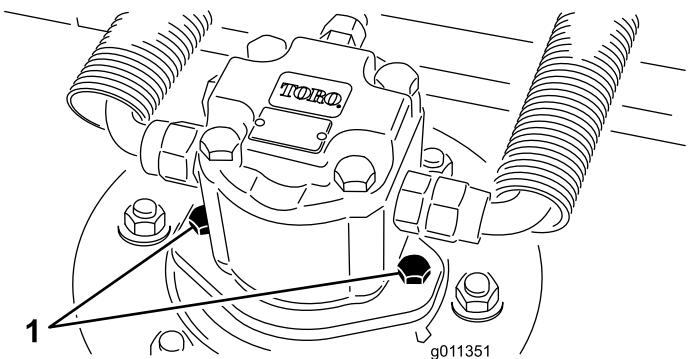

Figura 71
2. Scollegate e staccate il motore idraulico dal piatto di taglio (Figura 71). Coprite la parte superiore del mandrino per impedire che venga contaminato.
3. Montate il motore idraulico sul piatto di taglio (Figura 71). Verificate che l'O-ring sia in sede e non sia danneggiato.